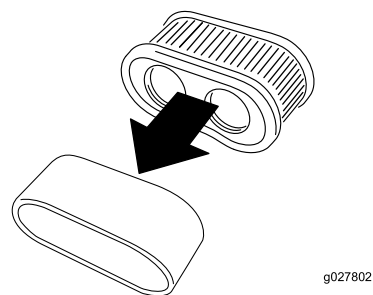

Figura 44
5. Togliete l'elemento in schiuma sintetica dall'elemento di carta (Figura 44).